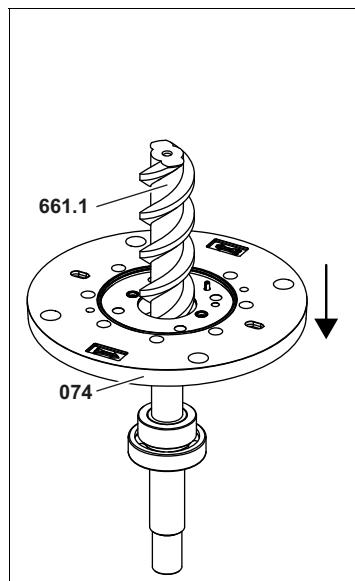

Fig. 27
- Tourner et tendre la vis principale. Faire glisser le couvercle à bride **074** sur la vis principale, voir Fig. 27, page 39.